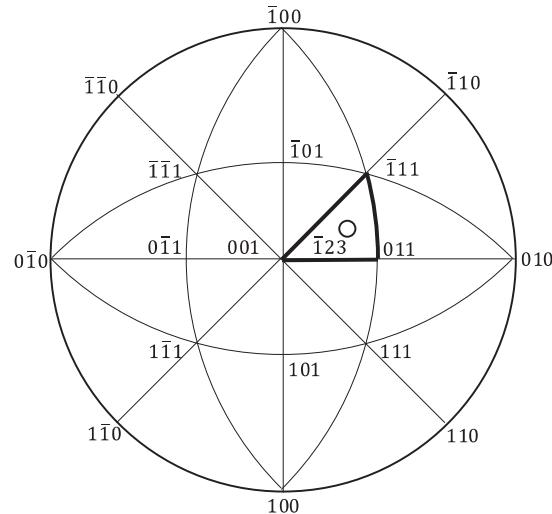

図2
- (2) 試験片が面心立方晶の単結晶であるとし、引張軸の方向を[123]とする。面心立方晶のすべり系が{111}{110}であるとして、主すべり面と主すべり方向の指標、ならびに主すべり系に作用する分解せん断応力を求めよ。図2に示すステレオ投影図を参考にしてもよい。
- (3) (2)で求めた主すべり系に対する交差すべり系の指標を示し、そのすべり系に作用する分解せん断応力を求めよ。